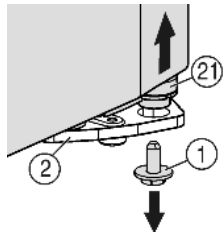
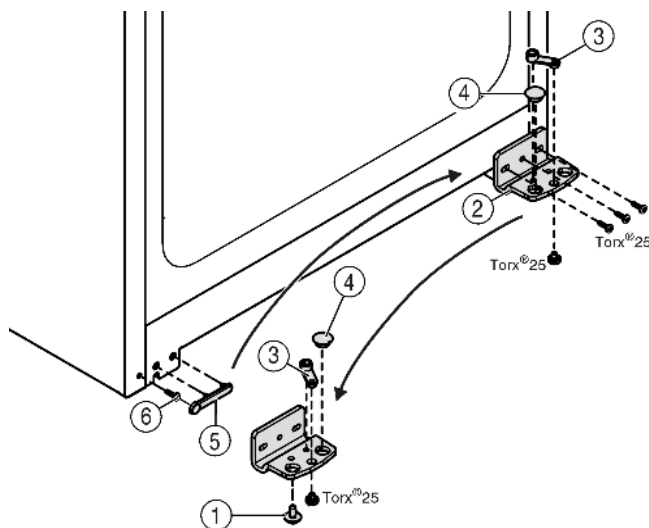

Fig. 6
Fig. 7
- Kierrä alhaalla oikealla olevan laakerinkannattimen varmistusruuvi Fig. 6 (1) irti.
- ▷ Laakeritappi Fig. 6 (21) irtoaa laakerinkannattimesta Fig. 7 (2).
- Jos laakeritappi Fig. 6 (21) ei irtoa, paina tappi ulos alapuolelta.
- Laakerinkannatin Fig. 7 (2) ruuvataan irti.
- Saranaosa Fig. 7 (3) ruuvataan irti ja asetetaan vastakkaisella puolella laakerinkannattimen reikään sekä ruuvataan taas kiinni.
- Ota tulppa Fig. 7 (4) pois laakerinkannattimesta ja vaihda se vastakkaisella puolella olevaan laakerinkannattimen reikään.
- Irrota kädensijan puoleinen suojuus Fig. 7 (5) varovasti.
- Kierrä ruuvi Fig. 7 (6) irti ja kiinnitä se uudelleen vastakkaiselle puolelle.
- Aseta suojuus Fig. 7 (5) taas paikalleen.
- Ruuvaa uudella saranapuolella oleva laakerinkannatin Fig. 7 (2) kiinni (4 Nm:n) tarvittaessa akkuruvinväännintä apuna käyttäen.
- ▶ Ruuvaa varmistinruuvi Fig. 6 (1) alhaalta laakeritappiin kiinni ja kiristä (4 Nm:n tiukkuuteen).